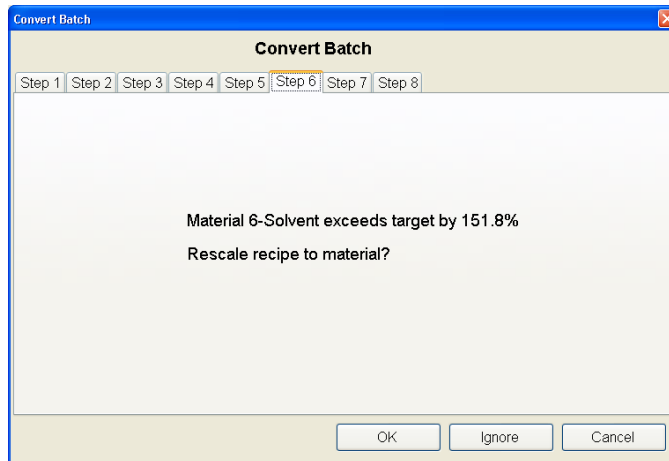

Figura 12-23: Cálculo de la diferencia más grande
4. La función Convertir comparará la receta objetivo seleccionada en el paso 37 con la receta de origen seleccionada en la pantalla de historial y calculará la cantidad de reescalamiento requerida con base en la diferencia más grande. Haga clic en OK y la siguiente pantalla mostrará este valor (Figura 12-23).